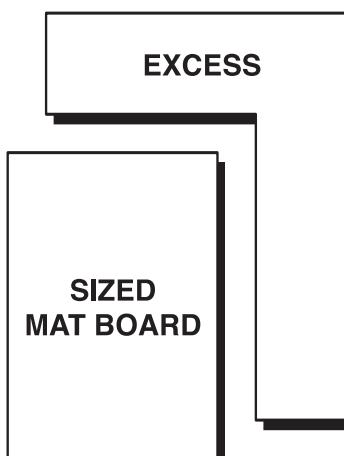

Fig.6
Étape 5 – À l'aide du couteau à passe-partout Logan et du couteau droit à passe-partout Logan 701, coupez le passe-partout le long des lignes tracées à l'étape 4. (Fig. 6)
Procedura 5 – con la taglierina per passepartout Logan e la taglierina per tagli diritti Logan 701, tagliare il cartoncino in corrispondenza delle righe tracciate nella procedura 4 (Fig. 6).
Schritt 5 - Schneiden Sie mit dem Logan Mat Cutter und Logan 701 Straight Cutter den Passepartoutkarton auf den in Schritt 4 aufgezeichneten Linien. (Abb. 6)
Paso 5: con el cortador de placas Logan y el cortador recto Logan 701, corte el panel por las líneas dibujadas en el paso 4. (Fig. 6)